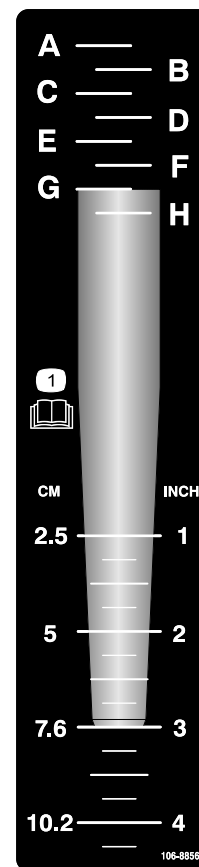

图23
1. 如图23所示将需要进行调节的打孔针放在深度标贴上同时将针尖与所需的打孔深度对齐。
2. 确定与打孔针安装端对齐的字母设定值图23。将深度控制器调整到标贴上相应的字母。